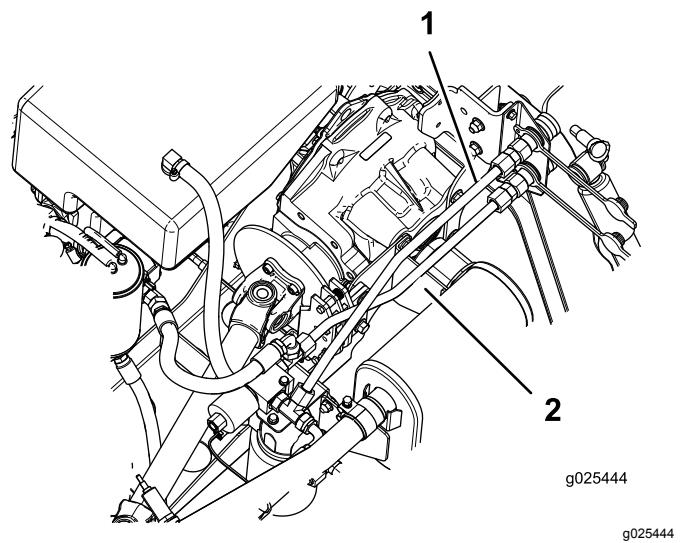

Figura 10
| 2. Montate il condotto idraulico rigido superiore sul giunto ad accoppiamento rapido superiore e il raccordo laterale a T sul collettore senza fissarli (Figura 10). | |
1. Montate il condotto idraulico rigido inferiore sul giunto ad accoppiamento rapido inferiore e il raccordo posteriore a T sul collettore senza fissarli (Figura 10).